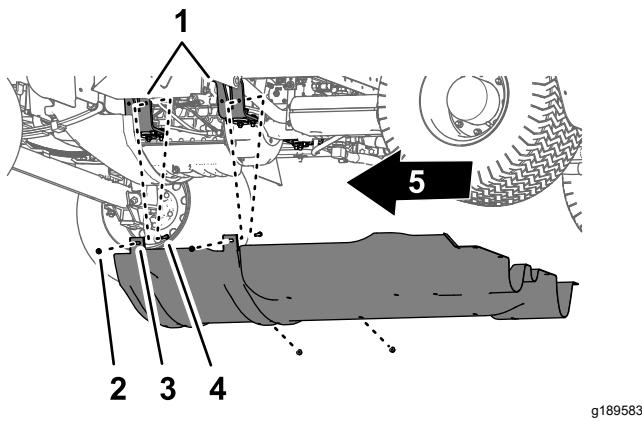

図 68
- キャリッジ下シュラウドの取り付けタブをエンジン搭載ブラケットに固定しているボルトおよびキャリッジボルトのフランジロックナット5/16"4個を取り外す図 68。
と図 68。
わせる図 68 キャリッジ下シュラウドを取り外す
り付けタブを入れる図 68 キャリッジ下シュラウド
とボルトに組み付ける図 68 ステップ 2 キャリッジ